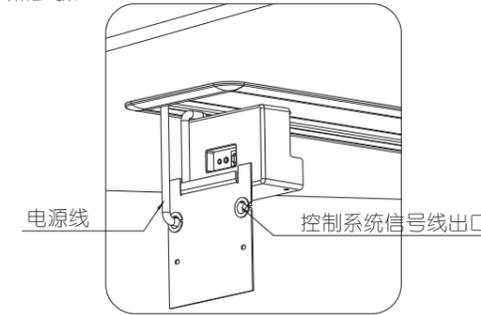

图21
- 2) 将所需的控制系统信号线插入如图18所示的对应信号输出孔,并把信号线从图21所示的控制系统信号线出口引出!(详情可参照外置控制功能说明的相关内容)